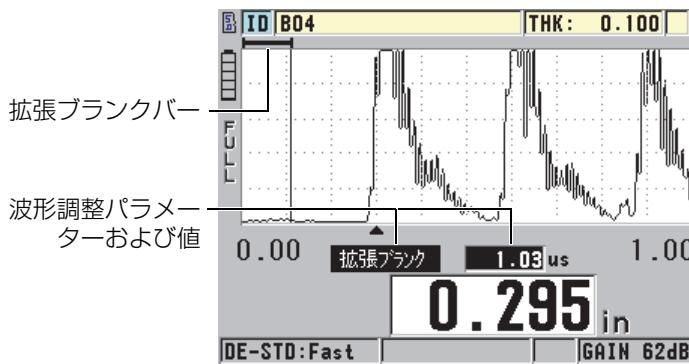

図 9-2 拡張ブランクの長さの調整
- 【ゲイン / 波形調整】(波形表示が有効なときに使用可能) を押します。波形調整パラメーターとその値が測定画面に表示されます (156 ページの図 9-2 を参照)。
- 【▶】キーまたは【◀】キーを使用して、初期期間に不要なエコーを検出しなくなるまで、ブランク値をそれぞれ増加または減少させます。波形表示の真上にある拡張ブランクの水平バーは、拡張ブランクの長さを示します (156 ページの図 9-2 を参照)。